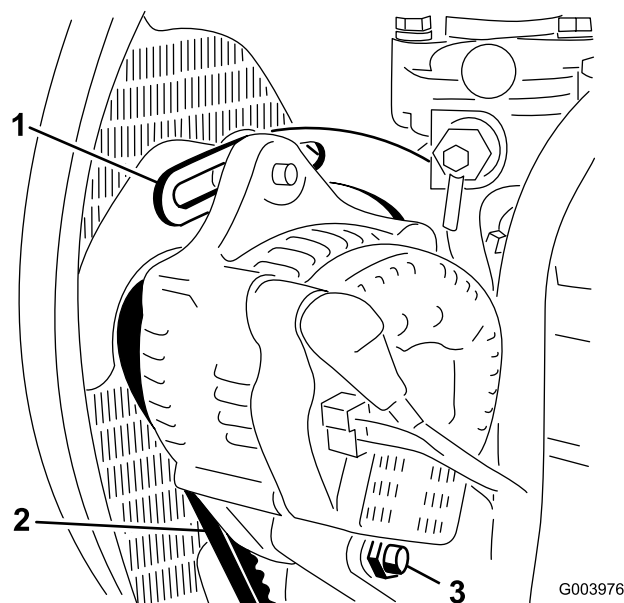

Bild 66
2. Prüfen Sie die Spannung des Treibriemens, indem Sie eine Kraft von 10 kg in der Mitte zwischen der Lichtmaschine und der Kurbelwellenscheibe ansetzen (**Bild 66**).
3. Lockern Sie die Schrauben, mit denen der Bügel am Motor befestigt ist sowie die Schraube, mit der die Lichtmaschine am Bügel befestigt ist (**Bild 66**).